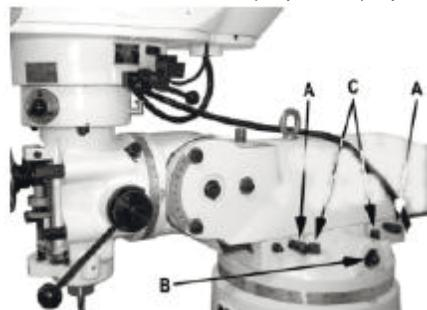

Рис. 22
1. Ослабьте два болта (A, рис. 22), крепящие ползун к его направляющим.
2. С помощью гаечного ключа на 14 мм поверните болт (B, рис. 22), чтобы переместить рычаг на его направляющих.
3. При достижении нужного положения надежно затяните болты (A, рис. 22).
1. Ослабьте четыре запорных болта (С, рис. 22), крепящие ползун в верхней части основания.
3. Затяните четыре запорных болта ползуна (С. рис. 22).